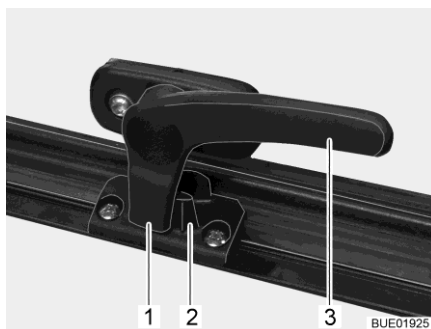

Bild 21 Verriegelungshebel (Stellung "geschlossen")
- Den Verriegelungshebel (Bild 21,3) eine viertel Umdrehung zur Fenstermitte hin drehen.
- Den Verriegelungshebel (Bild 21,3) eine viertel Umdrehung zum Fensterrahmen hin drehen. Die Verriegelungsnase (Bild 21,1) liegt auf der Innenseite der Fensterverriegelung (Bild 21,2).
- in Stellung "fest verschlossen" (Bild 21).